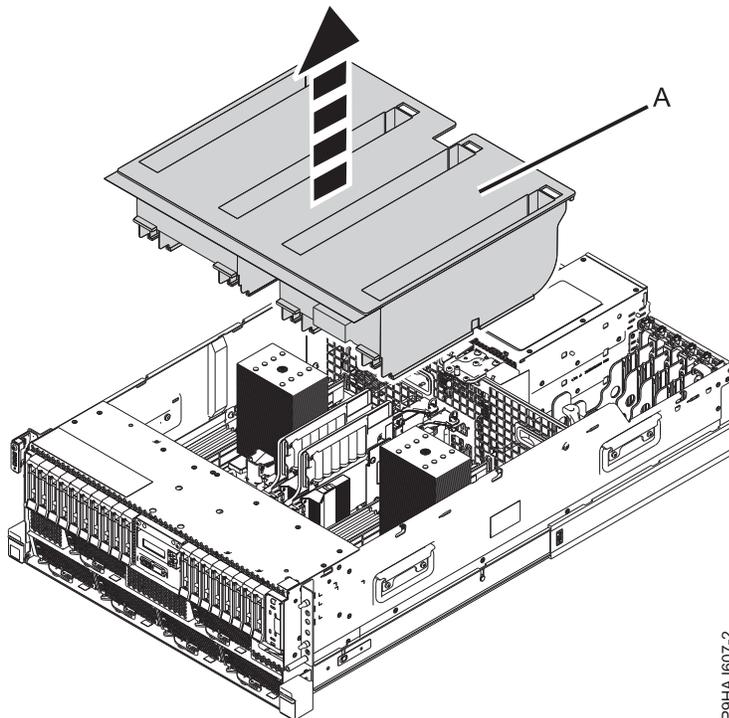
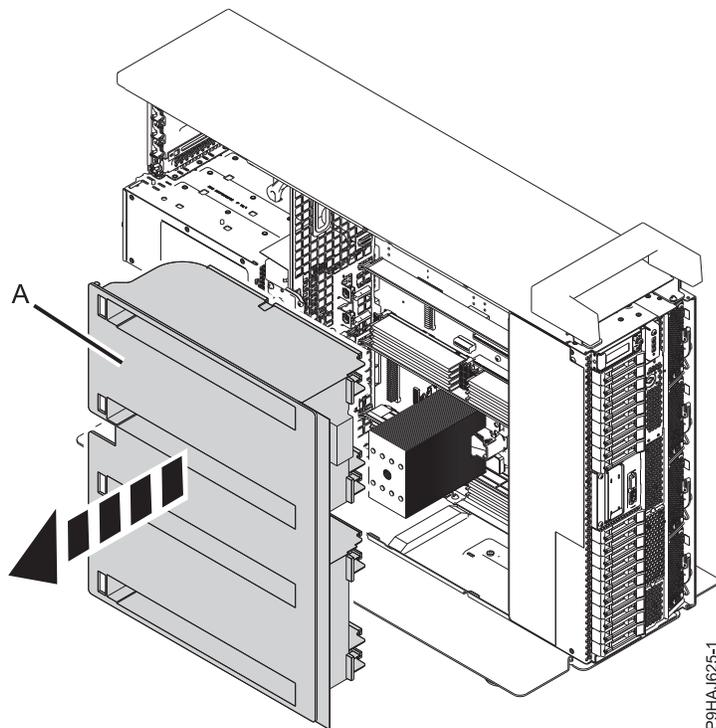

Figure 22. Retrait de la grille d'aération d'un système monté en armoire
Figure 23. Retrait de la grille d'aération d'un système autonome
2. Pour un système monté en armoire, soulevez la grille d'aération (A) vers le haut, comme illustré dans la figure 22. Pour un système autonome, retirez la grille d'aération (A) en la tirant vers l'extérieur, comme illustré dans la figure 23, à la page 28.